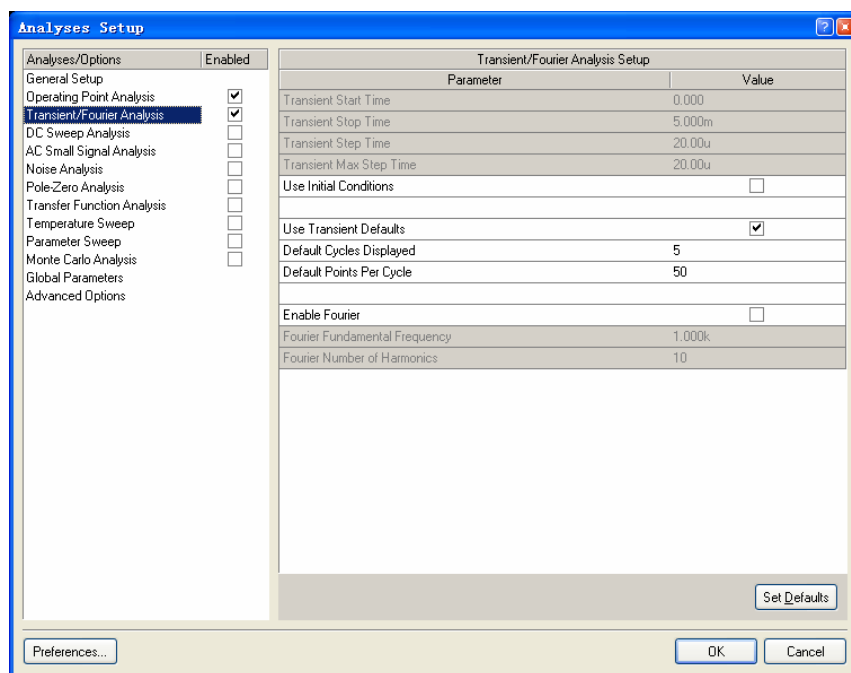

图 6.8 “Transient/Fourier Analysis” 设置界面
(7) 勾选“Analyses/Options”列表中的“Transient/Fourier Analysis”项，在“Analyses Setup”对话框中打开如图 6.8 所示的“Transient/Fourier Analysis”设置界面。